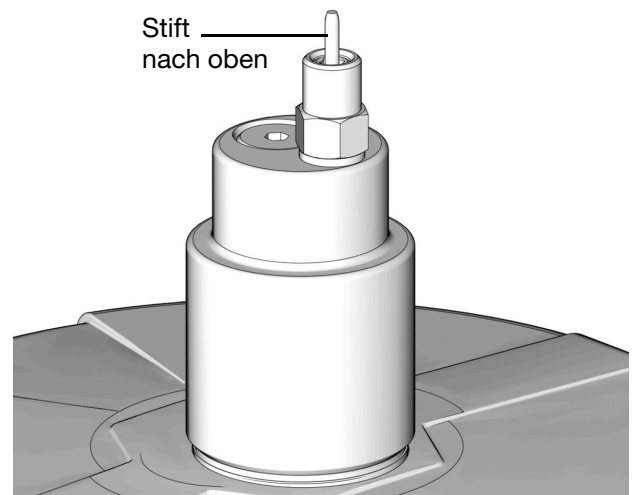

ABB. 29
2. Den Versorgungsschlauch (J) an der Schnellkupplung (V) anschließen.
3. Die Pumpe (F) der Fernfüllstation einschalten und den G3-Behälter (D) füllen, bis der Anzeigestift am Ventil der automatischen Befüllung nach oben gedrückt wird, siehe ABB. 29. Der Druck in der Nachfüllpumpe (F) wird aufgebaut und die Pumpe setzt aus.